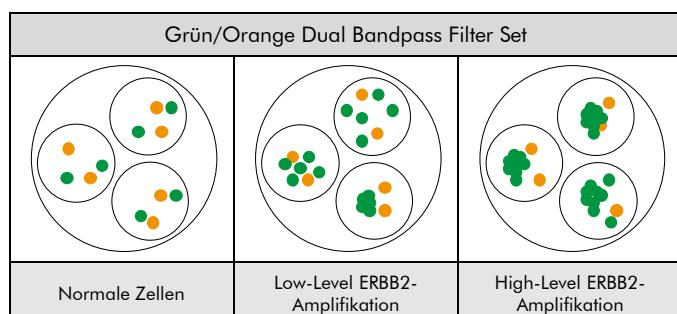

Abb. 2: Zu erwartende Ergebnisse in normalen und aberranten Zellkernen
**Normale Situation:** In Interphasen von normalen Zellen oder Zellen ohne eine Amplifikation der ERBB2-Genregion erscheinen zwei grüne und zwei orange Signale (siehe Abb. 2).
**Aberrante Situation:** In Zellen mit einer Amplifikation der ERBB2-Genregion können eine erhöhte Anzahl grüner Signale oder grüne Signalcluster beobachtet werden (siehe Abb. 2).